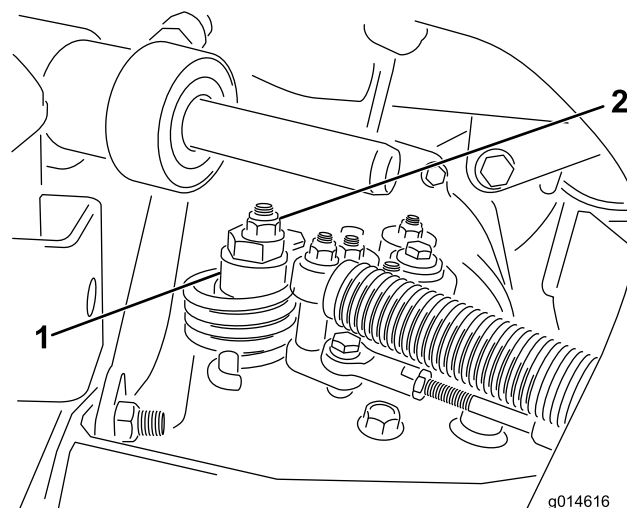

図 47
- 偏芯ナットをハイドロスタット上部に止めているナットをゆるめる (図 47)。
- どちらにも車輪が回らないように偏芯ナットを回して調整する。調整ができれば固定ナットを締める (図 47)。スロットル SLOW および FAST 位置で調整が正しいことを確認する。